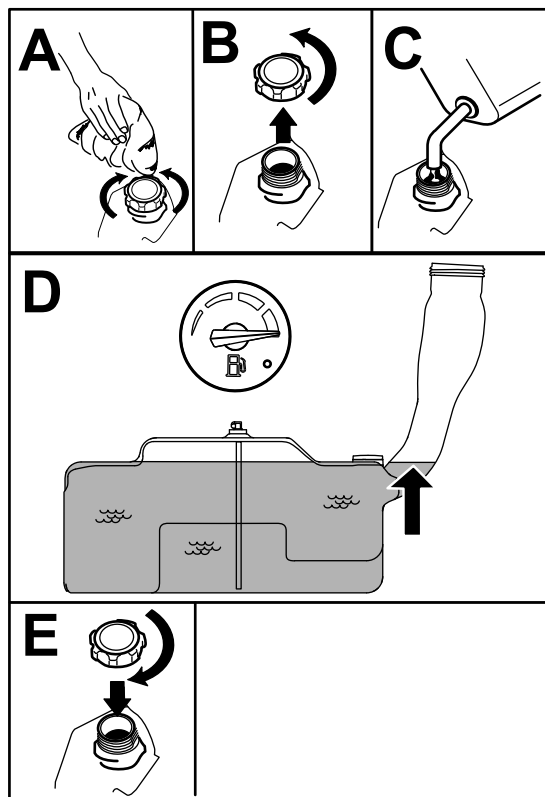

Figura 7
5. Llene el depósito de combustible hasta que el indicador de combustible llegue a la marca de lleno (Figura 7). No llene completamente el depósito de combustible.